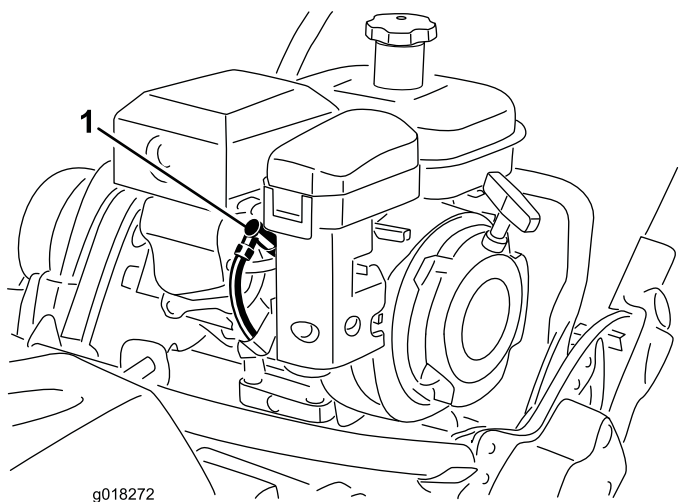

Рисунок 38
- Снимите провод со свечи зажигания (Рисунок 38).